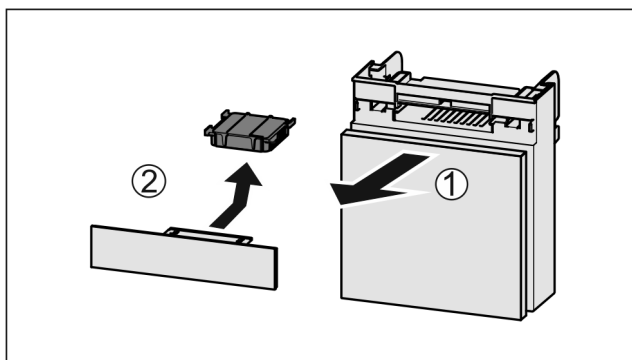

Fig. 55
- ▶ Extrageți Fig. 55 (1) compartimentul către în față.
- ▶ Scoateți Fig. 55 (2) filtrul de cărbune activ.